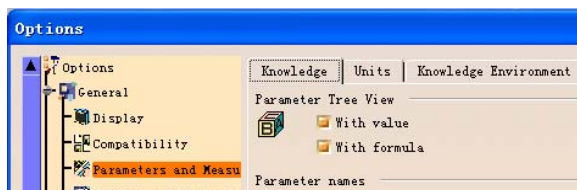

图 16-2
(1) 菜单中 **Tools** → **Options** → **Parameters and Measure** → **Knowledge** 中的 **Parameter Tree View** 设成如图 16-2;